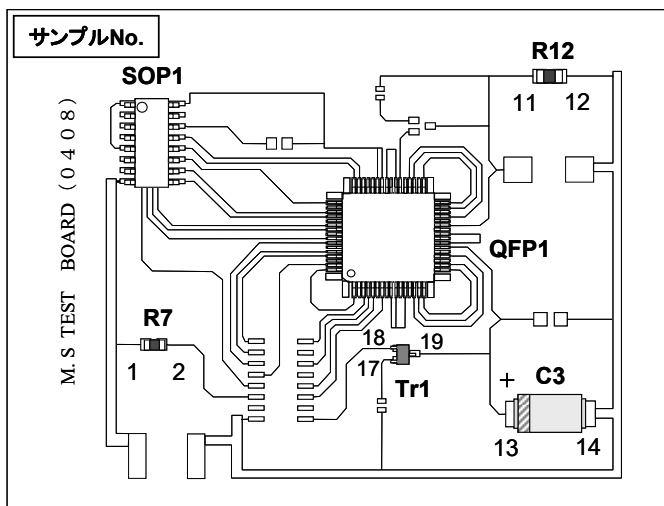
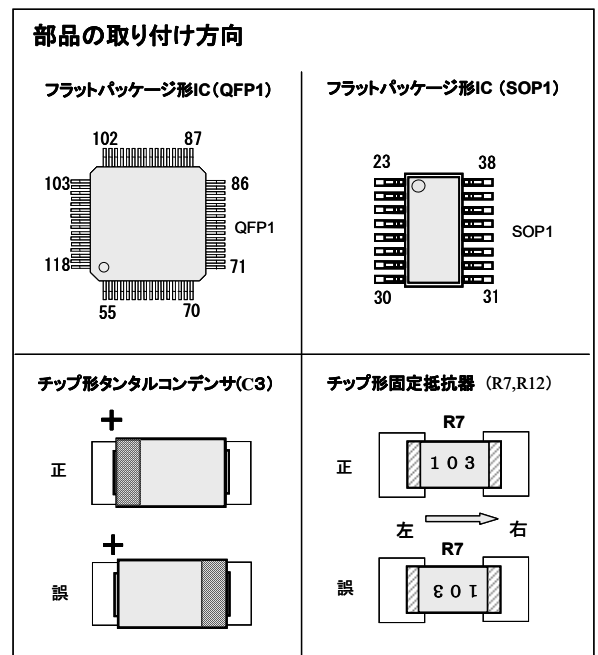

図1 試験材の組立図
図2 部品の取り付け方向
指定された試験材を「マイクロソルダリング技術認定・検定試験における品質判定基準」に基づき、指定の組立図（図1）と相違ないか、10倍の顕微鏡を用いて20分間で検査しなさい。なお、部品の種類は表1に、部品の取り付け方向は図2に従うこととする。
- ⑤ 解答用紙に指定された試験材のサンプル No. を記入しなさい。
- ⑥ 解答用紙の縦の良否判定項目欄は「マイクロソルダリング技術認定・検定試験における品質判定基準」該当する各不良名称および良品を示し、横の欄は試験材に該当する部品記号およびランド No. を示している。
- ⑦ 試験材が図1、図2および表1に示す実装状態であるかを検査し、該当する部品記号と当てはまる良否判定項目の交わる欄に○印を記入しなさい。
- ⑧ 試験材が品質判定基準で示すソルダリング状態であるかを検査し、該当するランド No. と当てはまる良否判定項目の交わる欄に○印を記入しなさい。
部品の側の記号（例 R7）は部品記号を示し、番号はランド No. を示す。SOP と QFP のランド No. は図2に示す。